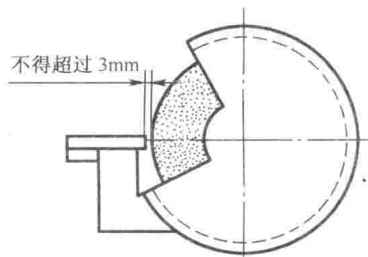

图 1.4 砂轮、托刀架距离
(1) 使用砂轮机时,开动前应首先认真检查砂轮片与防护罩之间有无杂物。砂轮片是否有撞击痕迹或破损。确认无任何问题时再启动砂轮机,观察砂轮的旋转方向是否正确,砂轮的旋转是否平稳,有无异常现象。待砂轮正常运转后(一般空运转时间需 3 min 以上),再进行磨削。
(2) 检查托刀架是否完好和牢固,与砂轮之间的间隙距离是否控制在 3mm 之内(见图 1.4),并小于被磨工件最小外形尺寸的 1/2。距离过大可能造成磨削件轧入砂轮与托刀架之间而发生事故。